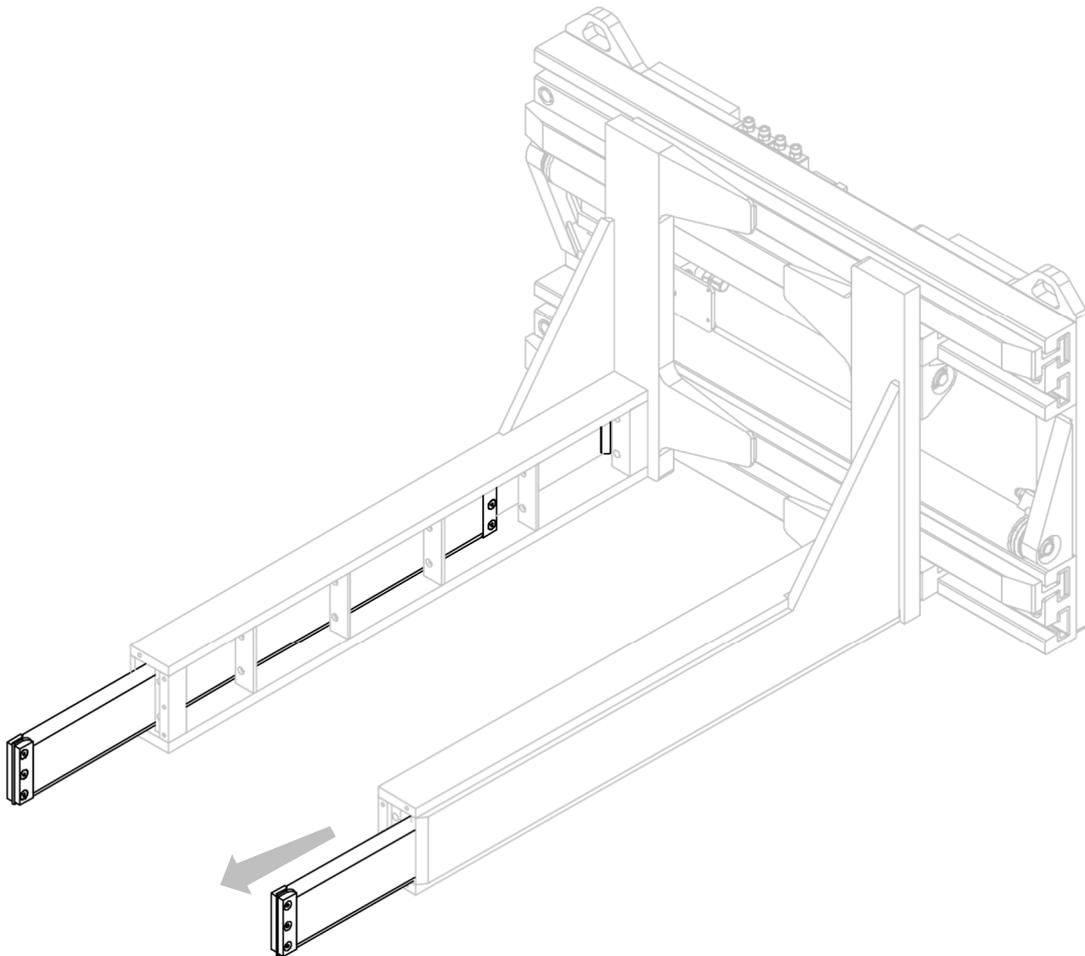

Figure 35
2. Retirer les poumons en caoutchouc de leurs logements (voir *Figure 35*).